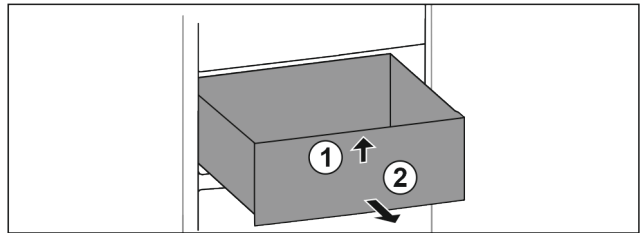

Fig. 191
- ▶ Schubfach vorne anheben. Fig. 191 (1)
- ▶ Schubfach nach vorne entnehmen. Fig. 191 (2)